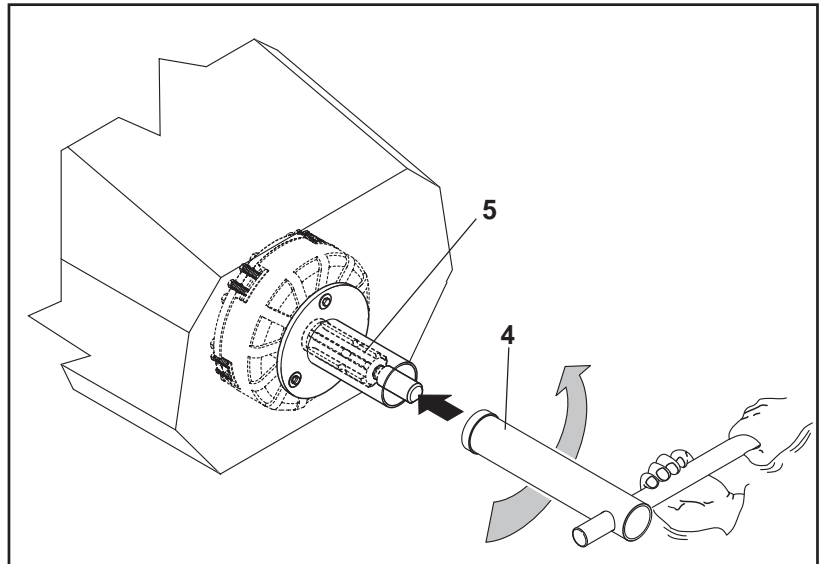

fig.3
- 5) de sleutel insteken (4 fig.3) die bij de aftakas wordt geleverd (5 fig.3) door de aftakas gedurende 15-20 keer **LINKSOM** te laten draaien, om de vijzels van obstakels te ontdoen. (in dezelfde richting als de cardan)